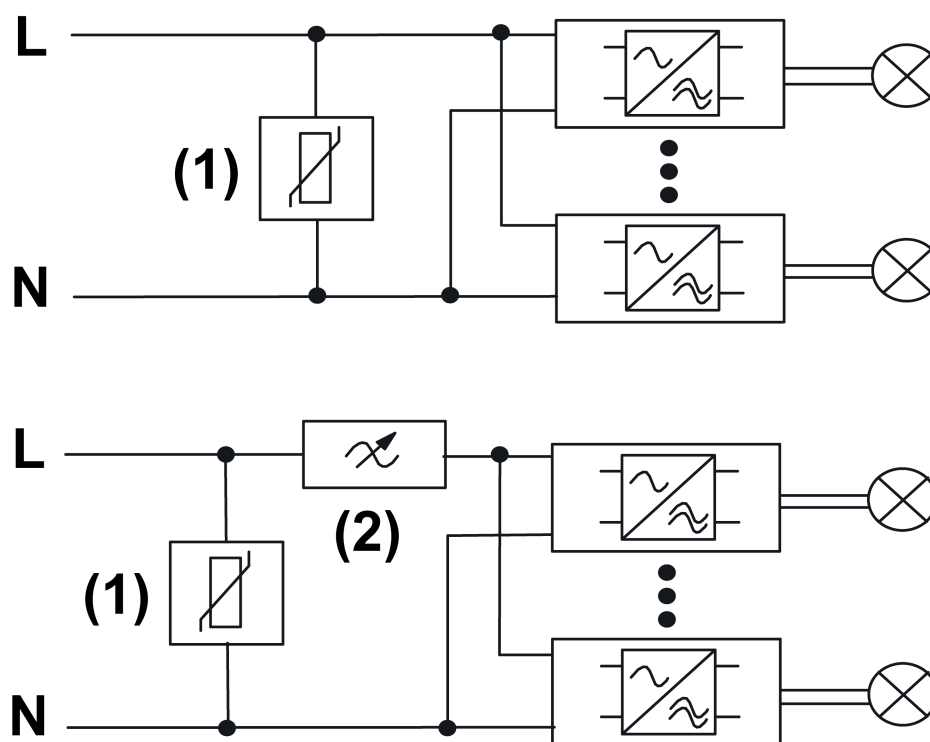

Bild 8: Exempel på anslutning av ett överspänningsskydd
- i** Anslut ett överspänningsskydd (1) N på primärsidan parallellt med Tronic-transformatorn eller parallellt med seriekopplingen från dimmern (2) och Tronic-transformatorn mellan L och N (bild 8) om det finns risk för strömtoppar i elnätet.